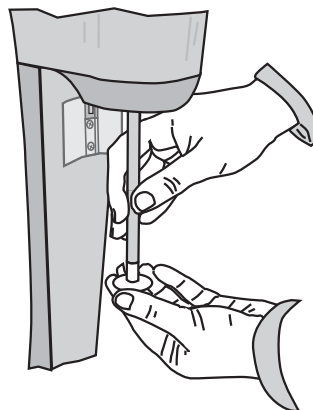

Fig. 4
- 9 Per cambiare l'agitatore, tenere fermo con una mano l'albero motore e con l'altra svitare l'agitatore stesso (Fig. 4).